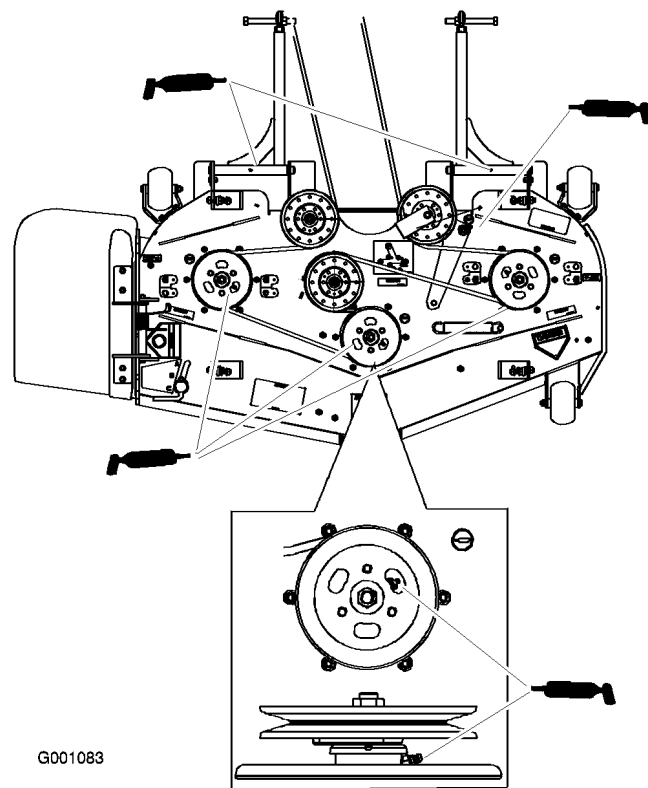

Figura 37
4. Engrase los tres cojinetes de los ejes debajo de las poleas hasta que rezume grasa de las juntas inferiores (Figura 37).
5. Engrase el brazo tensor de la plataforma del cortacésped (Figura 37).
6. Lubrique los puntos de engrase de los brazos de empuje (Figura 37).